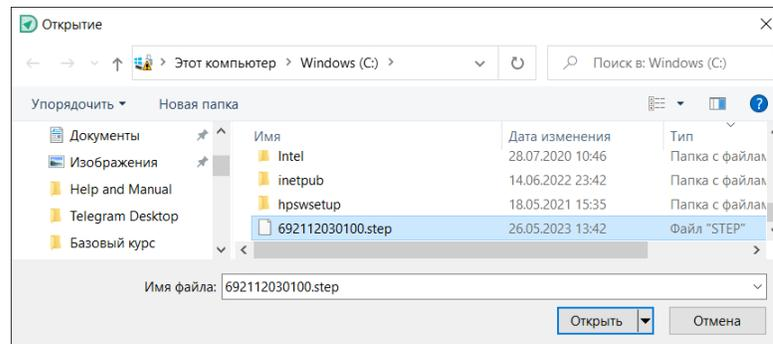

Рис. 174 Выбор файла 3D модели
10. Выберите нужный файл 3D модели в окне проводника, см. Рис. 174.